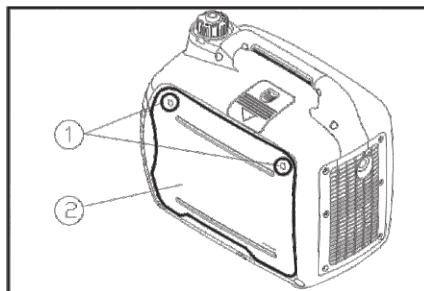

Рис. 4
1. Открутите винты (1) и снимите крышку доступа к маслозаливной горловине с правой стороны генератора (рис.4).